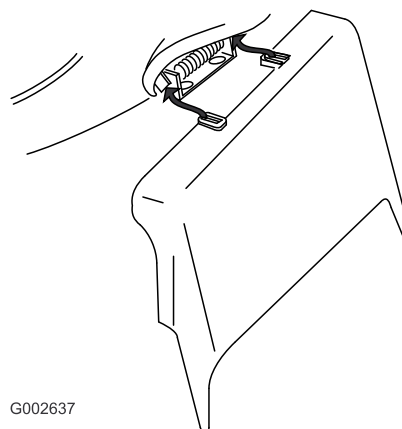

Figura 37
3. Instale el conducto de descarga lateral y cierre la puerta sobre el conducto (Figura 37).